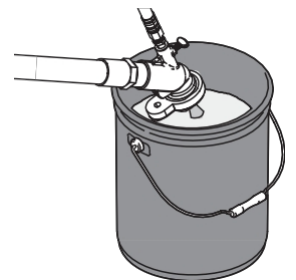

Fig. 12
3. Așezați gura de evacuare a pistolului de pulverizare într-un recipient pentru deșeuri. Recipientul pentru deșeuri trebuie să fie suficient de mare pentru a conține tot materialul de pulverizare. (Fig. 12)